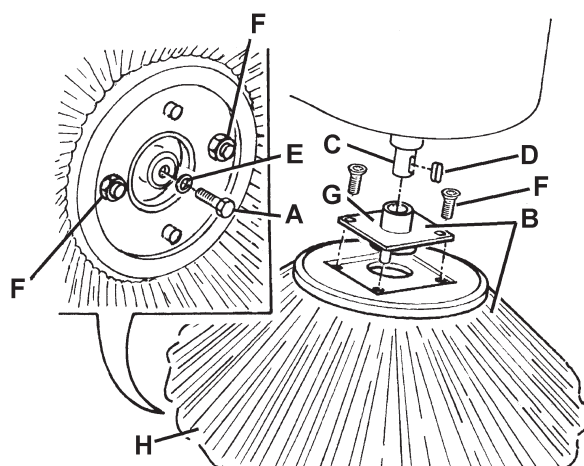

Figure 11
1. Amener la machine sur un sol plat et activer le frein de stationnement au moyen de la pédale (75) et du levier (68).
2. Tourner la clé de contact (67) sur "0".
3. Soulever le balai latéral concerné au moyen du levier (70) ou (71).
4. A l'intérieur du balai latéral, enlever la vis (A, Fig. 11), puis enlever le balai latéral (B) avec le moyeu (B) en le dégageant de l'arbre (C).
5. Sur banc, enlever les deux vis avec écrou (F, Fig. 11) et séparer le balai (H) du moyeu (G).
6. Installer le nouveau balai latéral (H, Fig. 11) sur le moyeu (G) et serrer les vis avec écrou (F).
7. Installer la clé (D), puis installer le nouveau balai latéral avec le moyeu (B, Fig. 11). Installer la rondelle (E) et serrer la vis (A).